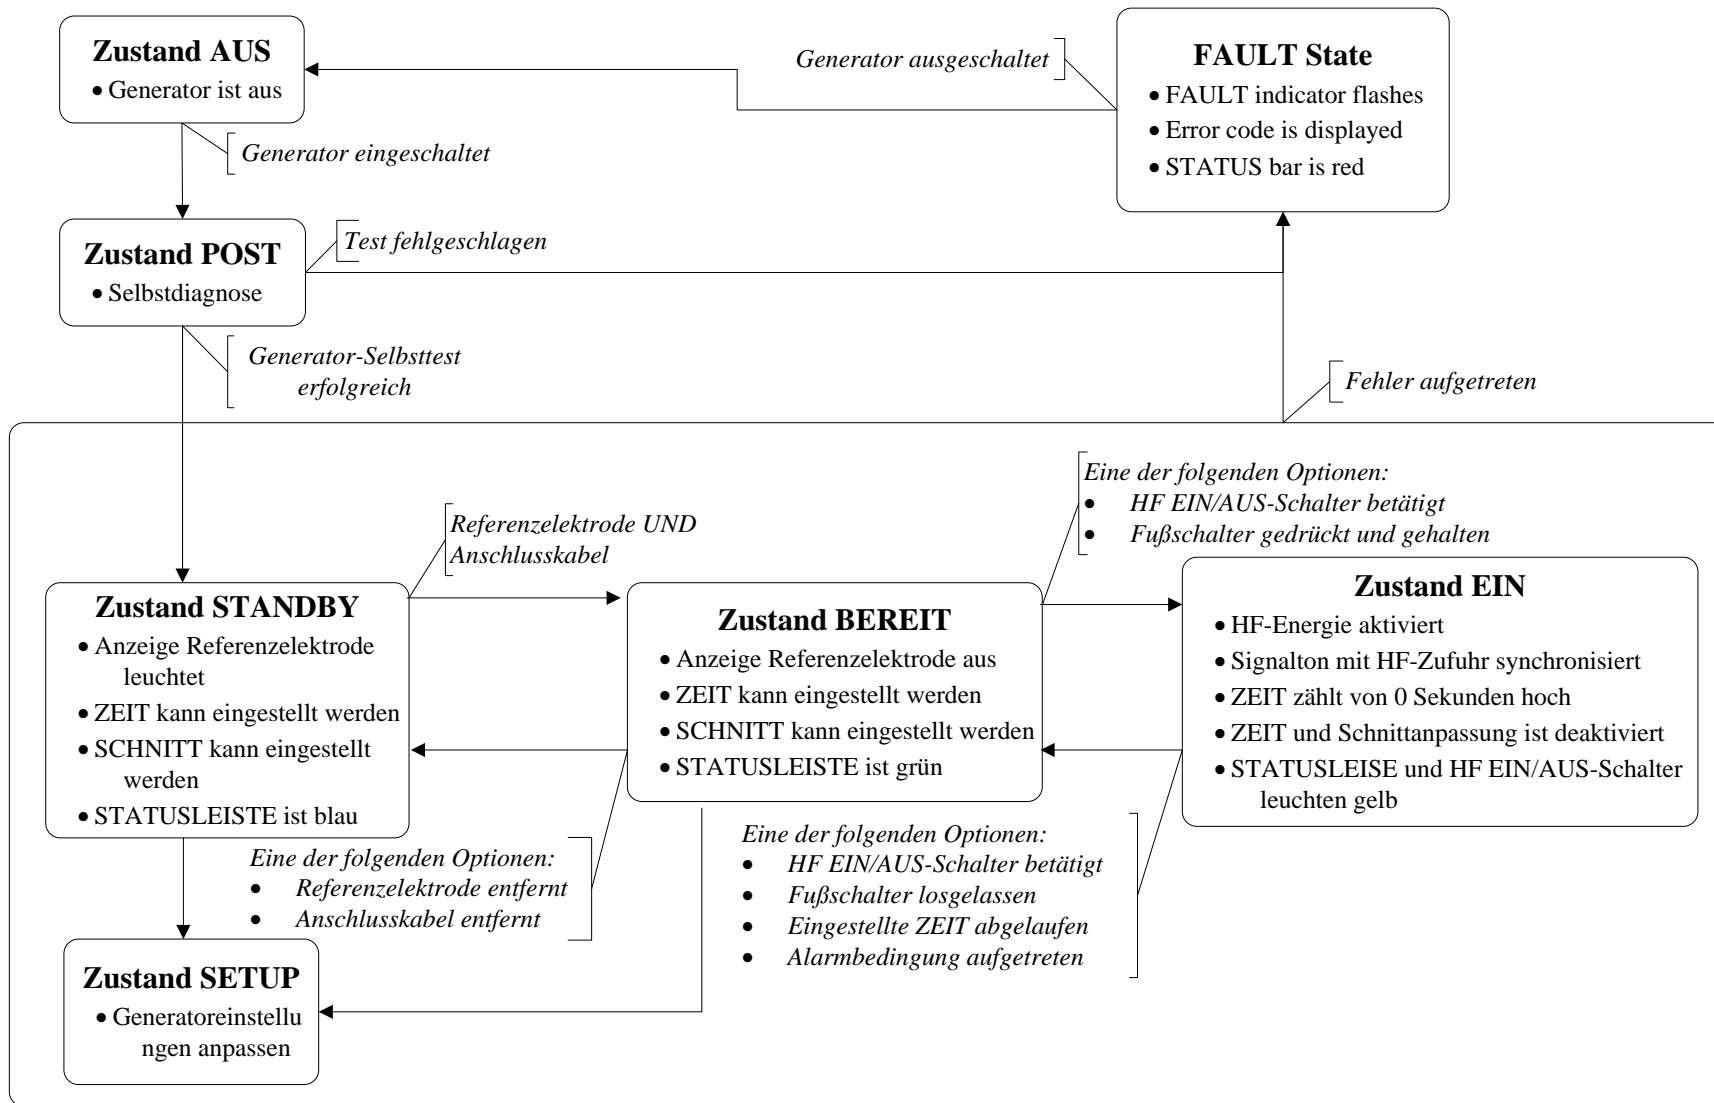

Abbildung 5-3 – Flowchart der Generatorzustände
- (4) **Fehleranzeige Referenzelektrode:** Die rote LED leuchtet, wenn KEINE Referenzelektrode an den Generator angeschlossen ist ODER wenn die gemessene Impedanz einer Überwachungsreferenzelektrode (Doppelfolie) über 150 Ohm liegt und einen schlechten Patientenkontakt anzeigt. Hinweis: Verwenden Sie ausschließlich Referenzelektroden, die den Anforderungen der Norm IEC 60601-2-2:2017 entsprechen oder diese sogar noch übertreffen.
- (5) **ZUSTANDSanzeige:** Dieses Fenster zeigt den aktuellen ZUSTAND des Generators an. Die verschiedenen Zustände des Generators und ihre Zusammenhänge werden in Abbildung 5-3 – Flowchart der Generatorzustände dargestellt.
- (6) **ZEITEinstellungsfenster:** Dieses Fenster zeigt die gewünschte Dauer der HF-Ausgabe (in Sekunden) an. Ferner zeigt dieses Fenster die Funktionen der Softkeys an, mit denen die ZEIT eingestellt wird.
- (7) **Softkeys linke Seite:** Mit diesen Tasten werden die Parameter eingestellt. Ihre Funktion wird (sofern zutreffend) im Display rechts neben dem Softkey angezeigt. Die Pfeile nach oben ▲ und nach unten ▼ werden beispielsweise angezeigt, wenn die zu verwendenden Tasten einen einzustellenden Wert erhöhen oder vermindern.
- (8) **SCHNITTEinstellungsfenster:** Dieses Fenster zeigt den gewünschten SCHNITTmodus an. SCHNITTmodi sind spezifisch für das BMC-HF-Gerät und werden in Abschnitt 9.3 beschrieben. In den Gebrauchsanweisungen des BMC-HF-Geräts sind die geeigneten, zu verwendenden Einstellungen zu finden. Ferner zeigt dieses Fenster die Funktion der Softkeys an, mit denen der SCHNITT eingestellt wird.
- (9) **Softkeys rechte Seite:** Mit diesen Tasten werden die Parameter eingestellt. Ihre Funktion wird (sofern zutreffend) im Display links neben dem Softkey angezeigt. Die Pfeile nach oben ▲ und nach unten ▼ werden beispielsweise angezeigt, wenn die zu verwendenden Tasten einen einzustellenden Wert erhöhen oder vermindern.
- (10) **Softkeys untere Reihe:** Diese Softkeys haben verschiedene Funktionen. Die Funktion jeder Taste wird (sofern zutreffend) im Display über dem Softkey angezeigt.
- (11) **Meldungsfenster:** Dieses Fenster zeigt bei Bedarf Meldungen zu Funktionen und Informationen an.
- (12) **Anschluss Referenzelektrode:** An diesen patienten-isolierten Anschluss wird eine zugelassene Dispersions-(Referenz-)Elektrode angeschlossen. **Verwenden Sie ausschließlich Dispersionelektroden, die den Anforderungen der Norm IEC 60601-2-2:2017 entsprechen oder diese sogar noch übertreffen.** Es können sowohl nicht überwachende Elektroden (Einfachfolie) oder Überwachungselektroden (Doppelfolie) verwendet werden.
- (13) **Anschluss für Anschlusskabel:** An diesen patienten-isolierten Anschluss wird das RFP-100A Anschlusskabel angeschlossen. Zur Auswahl des geeigneten Anschlusskabelmodells sind die Gebrauchsanweisungen des BMC-HF-Geräts zu beachten.
- (14) **EIN/AUS-Schalter und Anzeige HF:** Durch Drücken und Loslassen dieser Taste wird die Zufuhr von HF-Energie ausgelöst, wenn sich der Generator im Zustand BEREIT befindet. Mit dieser Taste wird die Zufuhr von HF-Energie beendet, wenn sich der Generator im Zustand EIN befindet. Die in die Taste integrierte Anzeige leuchtet gelb, wenn sich der Generator im Zustand EIN befindet.
(15) **USB-Port (Seite):** Wenn ein USB-Speicherstick angeschlossen wird, können die Behandlungsdaten der letzten zwanzig (20) Anwendungen von HF-Energie heruntergeladen werden. Wenn der Stick angeschlossen bleibt, werden die Daten von anschließenden HF-Behandlungen jeweils pro Behandlung heruntergeladen.